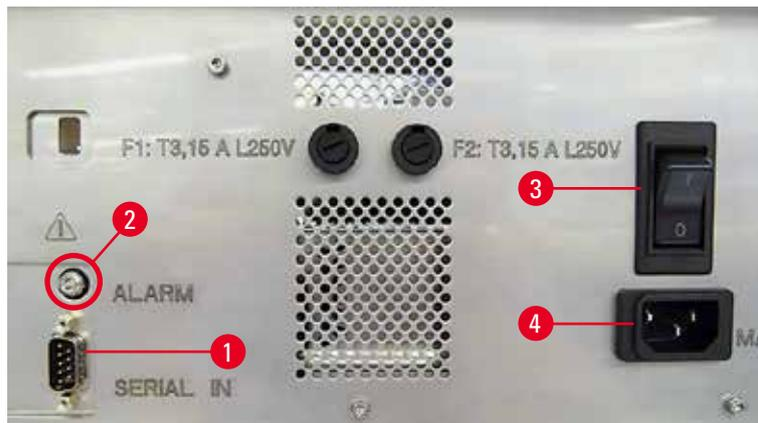

図 27
- ① 電気接続部は、装置の背面パネルにあります (→「図 27」)。